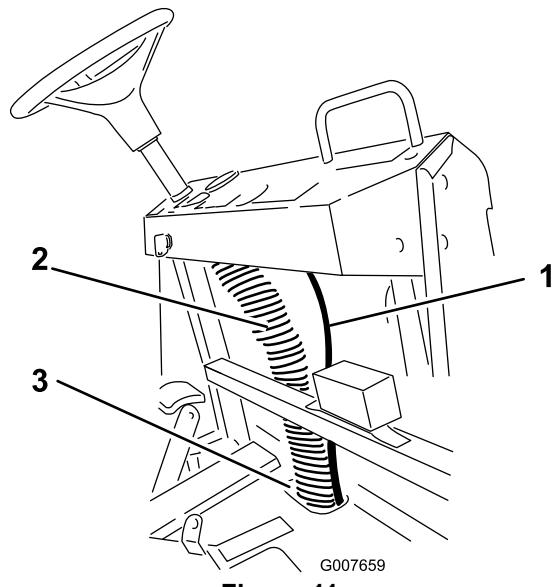

Figura 11
4. Disponete il flessibile orientandolo verso l'alto e facendolo passare dietro il lato destro del cruscotto (Figura 11).
5. Fissate il flessibile alla colonna del cablaggio preesistente (Figura 11).